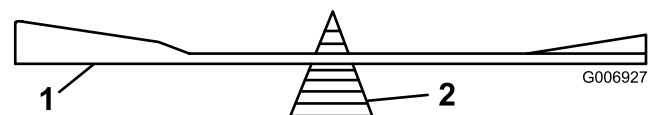

Figura 31
2. Verifique el equilibrio de cada cuchilla colocándola sobre un equilibrador de cuchillas (Figura 31). Si la cuchilla se mantiene horizontal, está equilibrada y puede utilizarse. Si la cuchilla no está equilibrada, afile algo de metal de la parte posterior de la cuchilla. Repita este paso hasta que la cuchilla esté equilibrada.